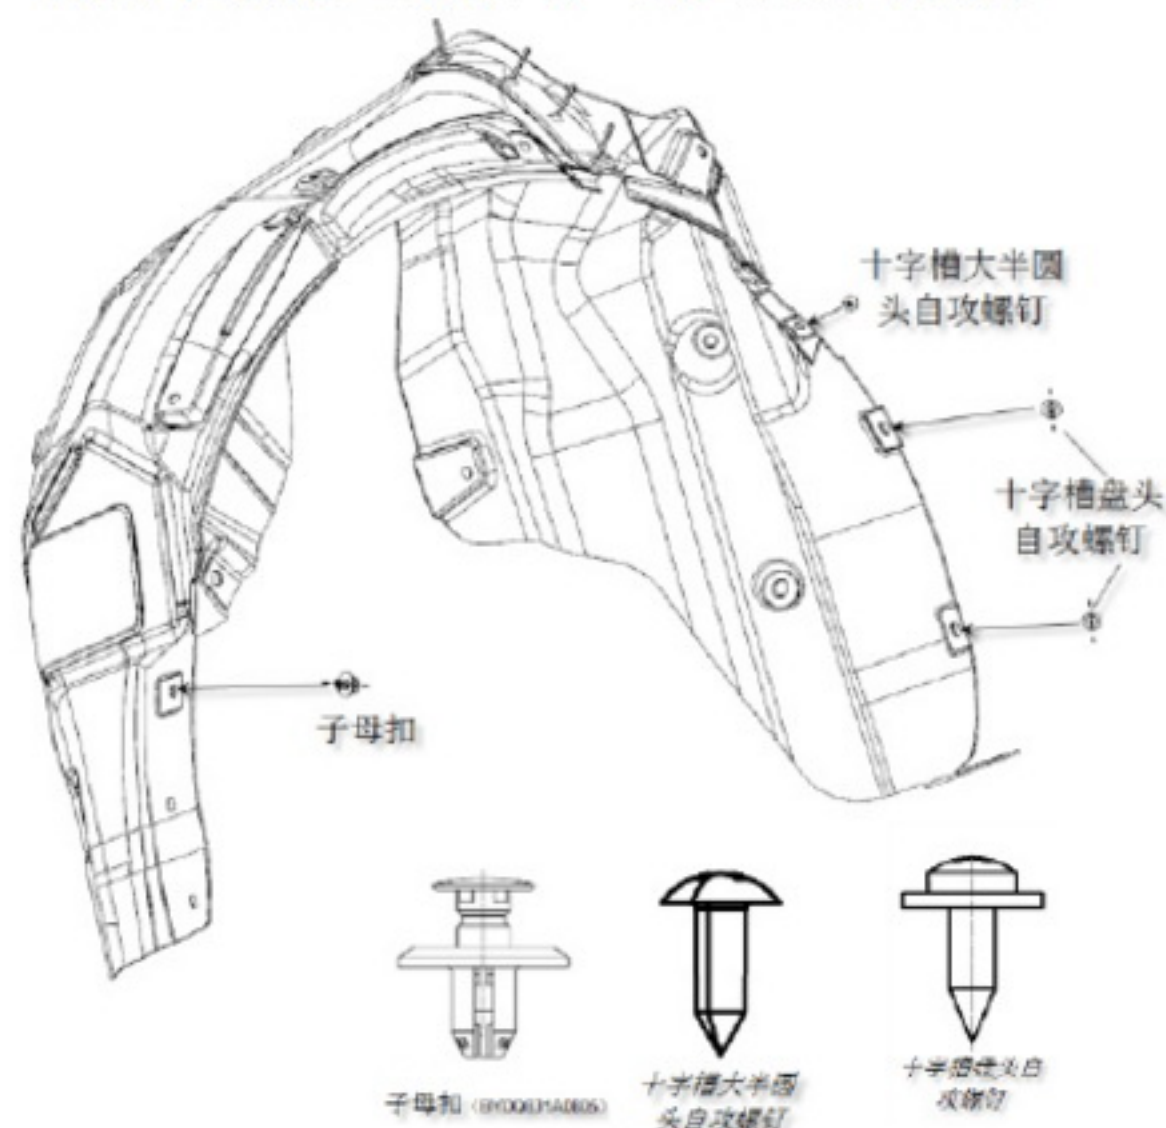

图 2-14
(2) 将左后轮挡泥板位于后保险杠上的 1 个子母扣用一字螺丝刀拆卸以及 2 个十字槽盘头自攻螺钉和大垫圈组合件和 1 个十字槽大半圆头自攻螺钉用十字螺丝刀拆卸，如图 2-14 所示：